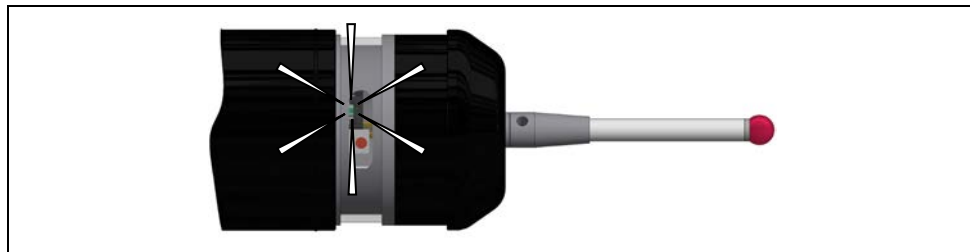

Rys. 9 Wypozyjonowanie trzpienia pomiarowego względem środka wrzeciona
1. Nałożyć dźwignię czujnika zegarowego dźwigniowego uchylnego na główkę trzpienia pomiarowego (Rys. 9).
3. Wypozyjonować sondę dotykową za pomocą 4 śrub pozycjonujących (Rys. 9), <math>< 5 \mu\text{m}</math>. Zawsze używać dwóch naprzeciwległych śrub pozycjonujących w celu przesunięcia środka trzpienia pomiarowego w określonym kierunku.